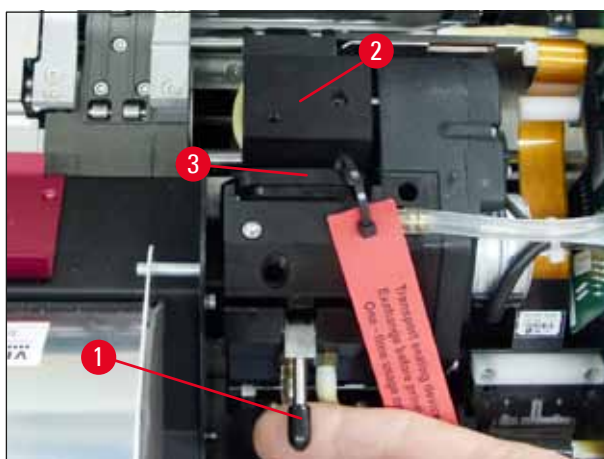

Fig. 34
4. Skrivehodet (→ "Fig. 34-2") beveger seg oppover til en posisjon ca. 1 cm fra leppetetningen (→ "Fig. 34").